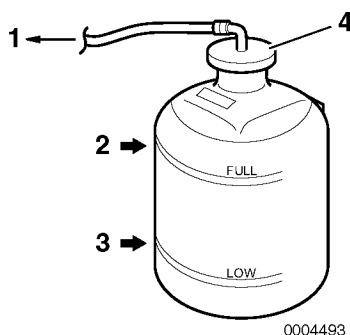

Figure 12
6. Controleer het koelvloeistofniveau in het reservoir. Het peil dient tot VOL te zijn gevuld (**Figure 12, (2)**).
7. Verwijder de reservoir dop (**Figure 12, (4)**) om koelvloeistof toe te voegen indien nodig. Geen water toevoegen.
9. Controleer of de rubberen slang **(Figure 12, (1))** die is aangesloten van de reservoir naar de koelvloeistof tank / warmtewisselaar. Vervang de slang als deze is beschadigd.